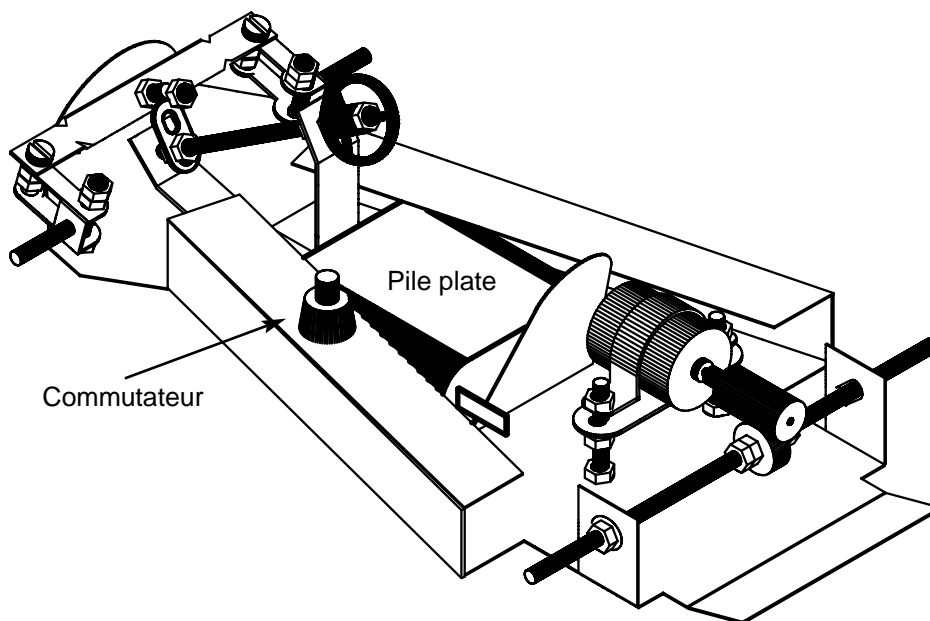

Fig. 7
- Fixer définitivement la colonne de direction avec deux vis (M4 x 10 mm) sur le châssis (fig. 7).